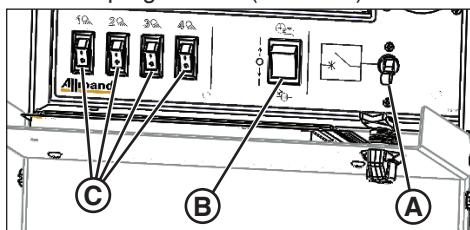

Figure 13
2. Activer le disjoncteur principal (position ACTIVÉE) (**A**, Figure 13).
4. Mettre l'interrupteur de la tour / lumière (**B**, Figure 13) à la position LUMIÈRE.
5. Mettre les commutateurs d'éclairage individuels (**C**, Figure 13) (1 à 4), à ACTIVÉ (si réglé à DÉSACTIVÉ).
1. Mettre le commutateur de la cellule photo-électrique ou de la minuterie (**B**, Figure 13) à la position MINUTERIE.
Mettre le commutateur de la cellule photo-électrique ou de la minuterie (**B**, Figure 13) à la position CELLULE PHOTO-ELECTRIQUE. Les lumières s'allumeront automatiquement en l'absence de lumière ambiante.
Mettre le commutateur de la cellule photo-électrique ou de la minuterie (**B**, Figure 13) à la position MINUTERIE.